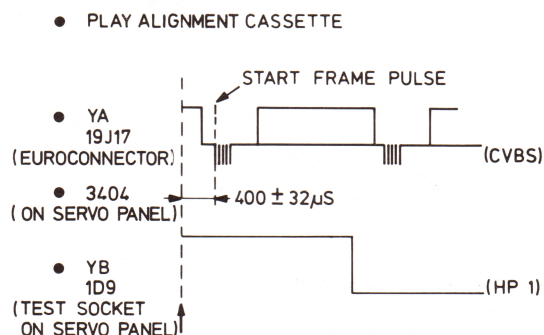

Fig. 1
- 3108 dahin regeln, dass die positiv verlaufende Flanke in dem HP1-Signal sich  $400 \mu\text{s} \pm 32 \mu\text{s}$  (etwa 5 1/2 Linien) vor der Vorderflanke des Rasterimpulses befindet (siehe Bild 1).